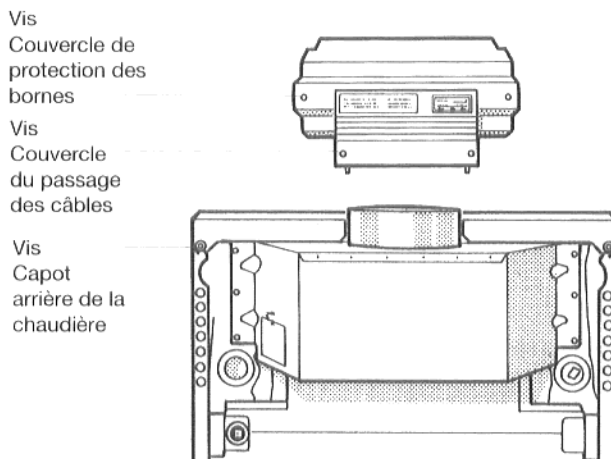

Fig. 29
- Dévisser et enlever le capot arrière de la chaudière (fig. 29).
- ✦ Enlever le couvercle du passage des câbles et le couvercle de protection des bornes de l'appareil de régulation et débrancher le connecteur multiple du câble du brûleur et du régulateur de pression gaz de l'appareil de régulation (fig. 29).